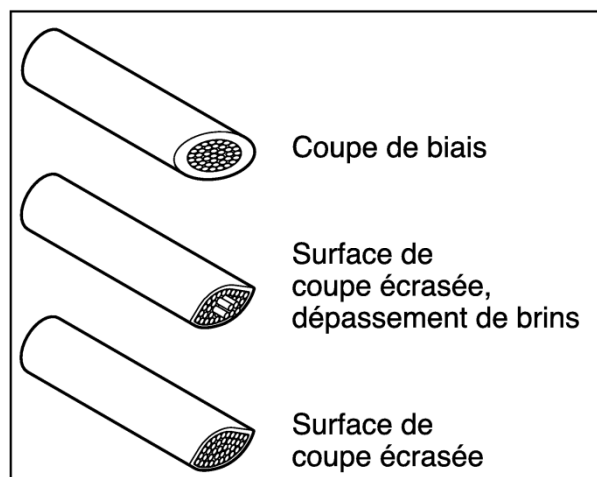

Figure 11 Coupe incorrecte du conducteur
**!** Une coupe incorrecte comme sur la figure 11 entraîne fréquemment des sertissages défectueux.